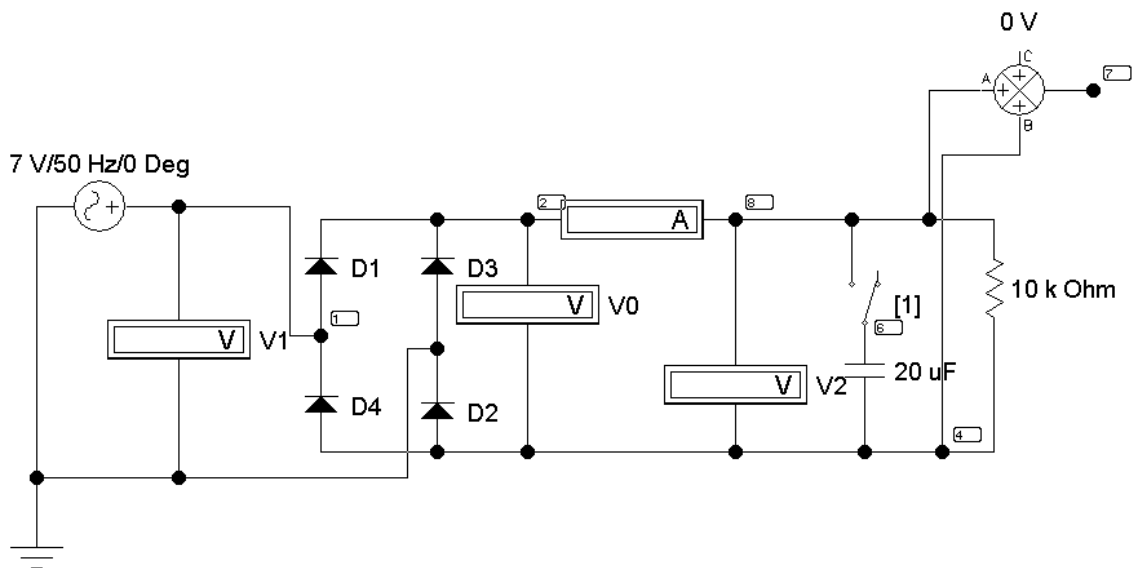
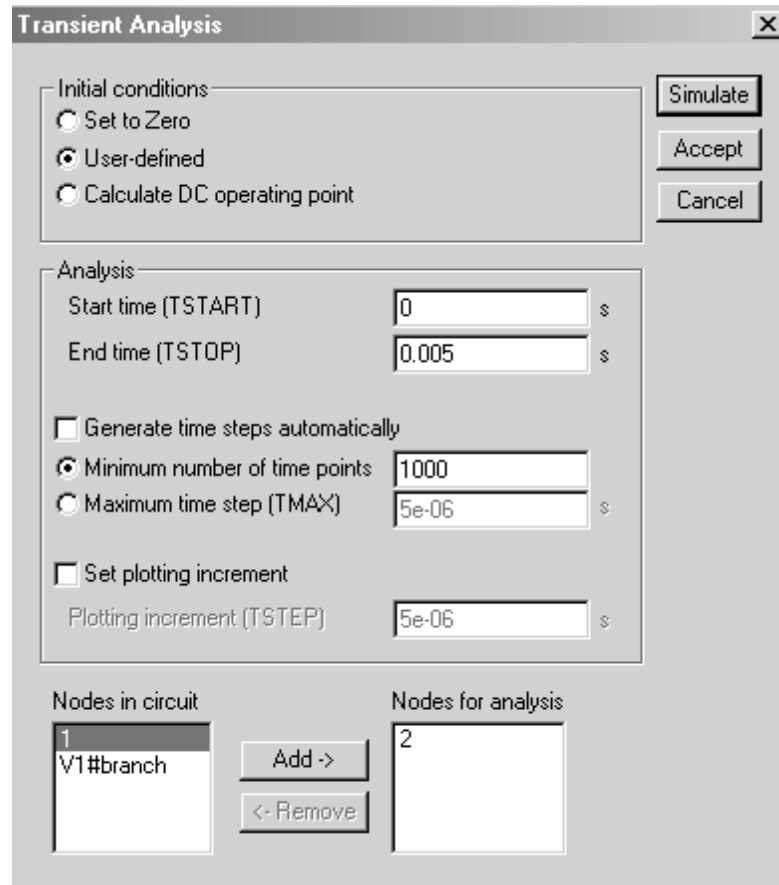

Рис. 5.4
Рис. 5.10
## 2. Двухполупериодный выпрямитель (рис. 5.4).
3. Собрать электрическую цепь по схеме, изображенной на рис. 5.4. При разомкнутом положении ключа записать показания приборов и снять осциллограмму выходного напряжения выпрямителя. Для регистрации кривых  $u_1(t)$  и  $u_2(t)$  достаточно открытие диалогового окна команды Transient Analysis (рис. 5.10) по пути Analysis < Transient.
### Пояснение к рис. 5.10